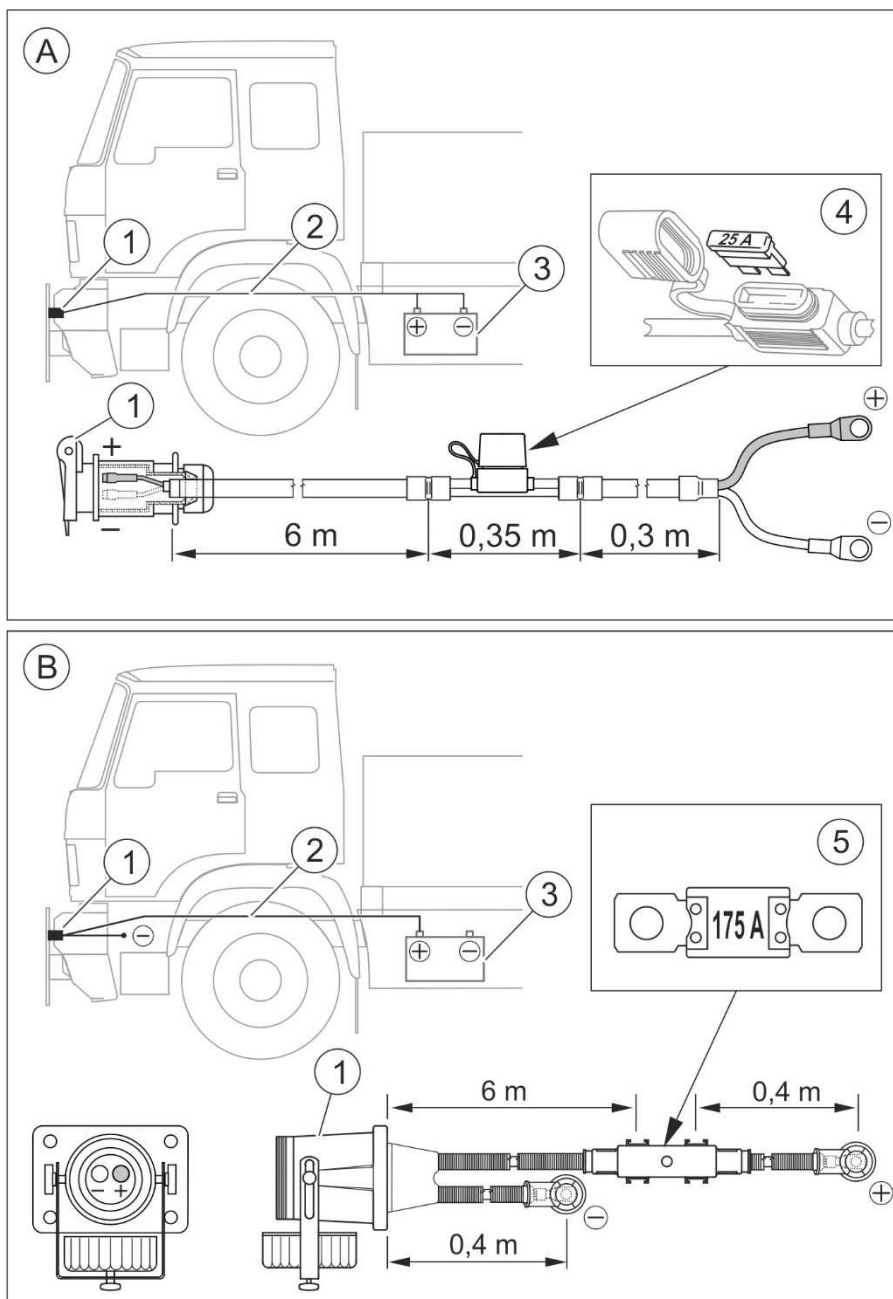
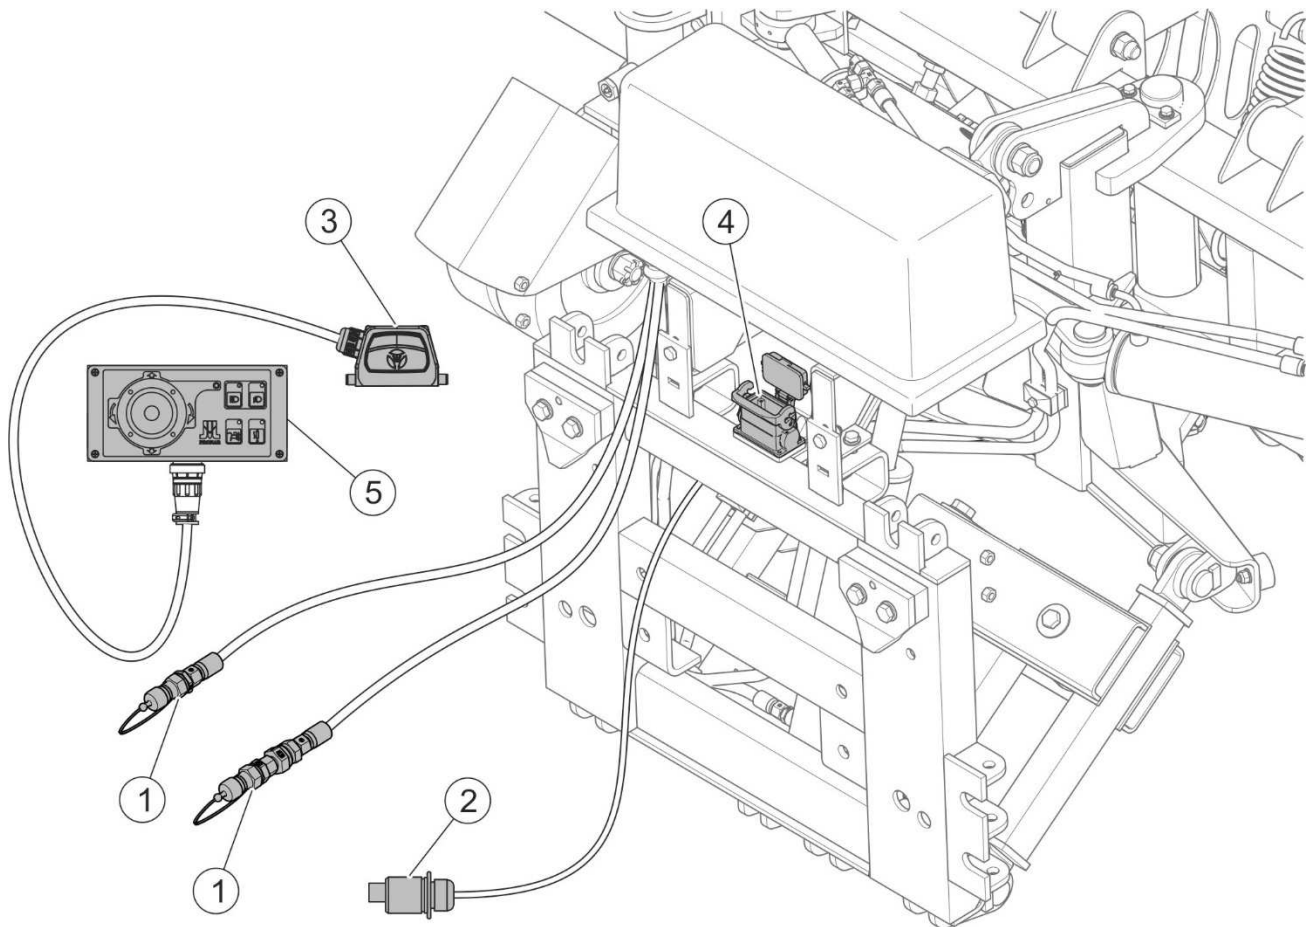

РИСУНОК 4.3 Схема монтажа питающего пучка на транспортном средстве.
РИСУНОК 4.5 Присоединение гидравлической и электрической системы (версия снегоотвала с гидравлической системой - 1 пары быстроразъемных соединений)
Для работы со снегоотвалом необходимо соответствующее (в зависимости от версии снегоотвала) гнездо электрического разъема спереди транспортного средства (РИСУНОК 4.3). Если на транспортном средстве нет такого разъема или имеется разъем другого типа, то следует установить пучок питающих проводов, имеющийся в комплектации снегоотвала.
Питающий разъем снегоотвала (2) подсоединяется к гнезду пучка питающих проводов на транспортном средстве (РИСУНОК 4.3). Управление световой сигнализацией
Пару быстрых гидравлических разъемов (1) (РИСУНОК 4.5) нужно подсоединить к быстрым разъемам секции внешней гидравлики транспортного средства.
Питающий разъем снегоотвала (2) подсоединяется к гнезду пучка питающих проводов на транспортном средстве (РИСУНОК 4.3). Управление отвалом и световой сигнализацией снегоотвала осуществляется при помощи пульта управления (5), который подсоединяем при помощи разъема (3) к гнезду управления (4) снегоотвала.
Снегоотвал требует только подсоединения питающего разъема снегоотвала (1) (РИСУНОК 4.6) к гнезду пучка питания на транспортном средстве (РИСУНОК 4.3). Управление отвалом и световой сигнализацией снегоотвала осуществляется при помощи пульта управления (4), который подсоединяем при помощи разъема (2) к гнезду управления (3) снегоотвала.
- A) Подъехать снегоотвалом, установленным на опорах с колесами, к присоединительной плите транспортного средства. Подсоединить две пары проводов гидравлической системы снегоотвала к соответствующим разъемам внешней гидравлики транспортного средства (РИСУНОК 4.4). Подсоединить пучок пульта управления снегоотвала к гнезду управления на снегоотвале. Пульт управления машиной нужно разместить в кабине оператора в доступном месте. Подсоединить разъем электрической системы снегоотвала к гнезду пучка питания транспортного средства (РИСУНОК 4.3).
- A) Подъехать снегоотвалом, установленным на опорах с колесами, к присоединительной плите транспортного средства. Подсоединить одну пару проводов гидравлической системы снегоотвала к соответствующим разъемам внешней гидравлики транспортного средства (РИСУНОК 4.5). Подсоединить пучок пульта управления снегоотвала к гнезду управления на снегоотвале. Пульт управления машиной нужно разместить в кабине оператора в доступном месте. Подсоединить разъем электрической системы снегоотвала к гнезду пучка питания транспортного средства (РИСУНОК 4.3).
- А) Подъехать снегоотвалом, установленным на опорах с колесами, к присоединительной плите транспортного средства. Подсоединить пучок пульта управления снегоотвала к гнезду управления на снегоотвале. Пульт управления машиной нужно разместить в кабине оператора в доступном месте. Подсоединить разъем электрической системы снегоотвала к гнезду пучка питания транспортного средства (РИСУНОК 4.3).